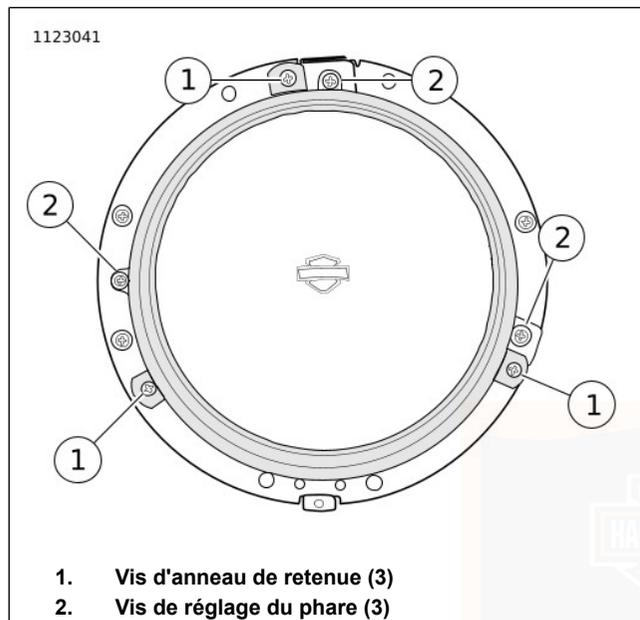

Figure 82. Anneau de retenue du phare
3. Voir Figure 82. Retirer les vis (1) d'attache de l'anneau de retenue.
2. Voir Figure 82. Attacher l'ensemble de phare avec l'anneau de retenue et les vis (1). Serrer à un couple de 2,6–2,9 N·m (23–26 **in-lbs**).